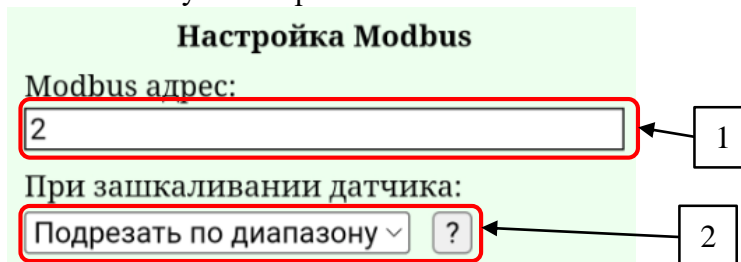

Рисунок 14 – Панель «Настройка Modbus»
2.8.5.2.2 Панель «Настройка Modbus» (рис. 14) содержит настройки прибора в сети по интерфейсу RS485. Используемый протокол – ModBus RTU.
- В поле «1» (на рис. 14) установлен индивидуальный адрес прибора в сети Modbus. По умолчанию настроен адрес - 2. Диапазон доступных значений: 2 – 247.
- В выпадающем списке (поле «2» на рис. 14) производится выбор передачи данных в программу верхнего уровня при значениях, выходящих за диапазон показаний датчика.